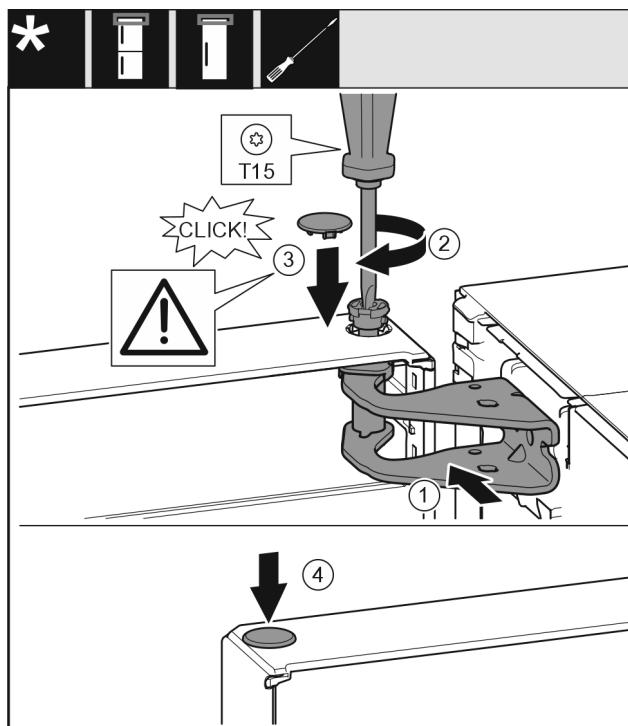

Fig. 21
- Регулирайте вратата горе спрямо отвора в лагерната стойка. *Fig. 21 (1)*
- Поставете болта *Fig. 21 (2)* и затегнете здраво с отвертка.
- Монтаж на предпазния капак *Fig. 21 (3)* за осигуряване на вратата: Поставете предпазния капак и проверете дали той е допрян до вратата. В противен случай поставете изцяло болта.
- Поставете тапата *Fig. 21 (4)*.